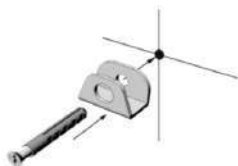

Figura 6
3. Insira os dois buchas (D) nos dois furos e fixe os dois ganchos (C) com os dois parafusos (D). (Figura 6 e 7).
4. Aparafuse os dois suportes (A) (ou um suporte, dependendo do modelo) na parte traseira do aquecedor com os quatro parafusos (E) (ou dois parafusos, dependendo do modelo).